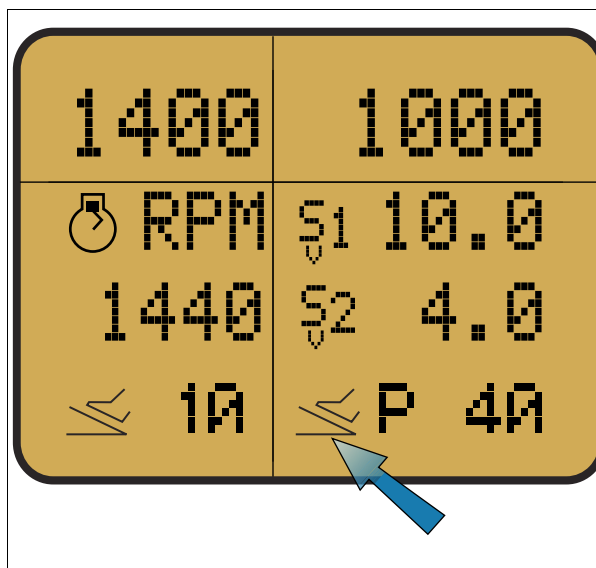

Рис. 15.
При запуске двигателя необходимо отпустить педаль акселератора и нажать переключатель режима педали/рычаг (1), расположенный на подлокотнике. На дисплей будет выведена информация о выбранном режиме рис. 15.